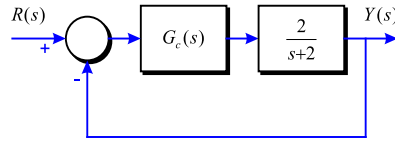

Figura 3-38
**Problema 94** Dissenyeu un controlador  $G_c(s)$  per a que el sistema donat a la Figura 3-38 presenti un error de posició  $e_p(\infty) = 0$ ,  $\zeta = 1$  i  $\omega_n = 4$  rad/s. Comenteu les possibles aproximacions que es facin en els càlculs.